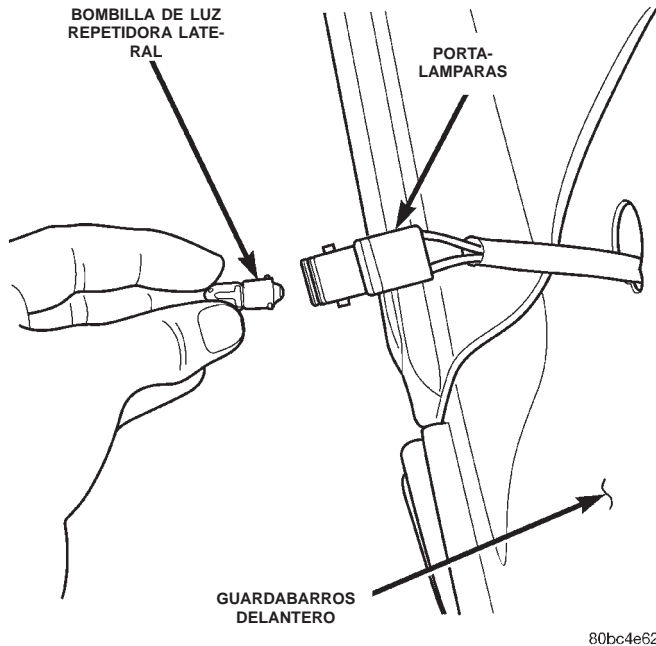

Fig. 11 Bombilla de luz repetidora lateral
(3) Gire la bombilla hacia la izquierda y tire recto hacia fuera de su portalámparas (Fig. 11).